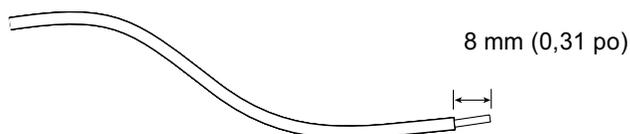

FIGURE 3-2 Morceau de câble dénudé
5. Dénudez chaque câble provenant de la source d'alimentation CC sur 8 mm (0,31 po) (voir la FIGURE 3-2).